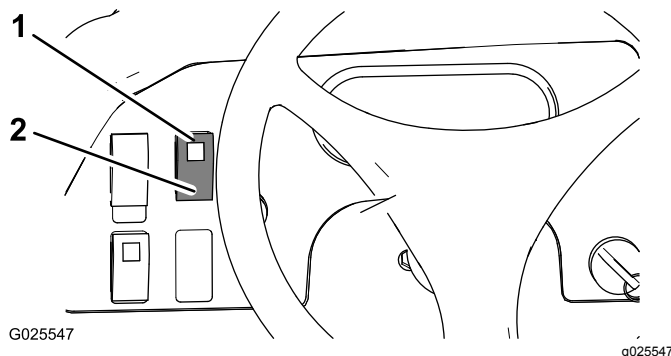

Figura 24
- Pressione o interruptor de bloqueio do diferencial para cima para bloquear o diferencial (Figura 24).
- Pressione o interruptor de bloqueio do diferencial para cima para desbloquear o diferencial (Figura 24).